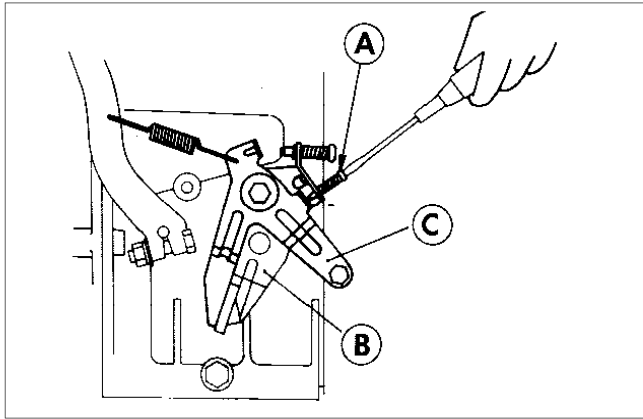
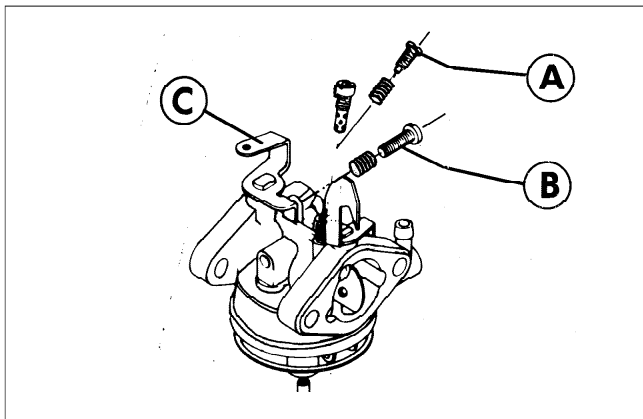

Fig.42
Fig.43
Leerlaufeinstellung (Abb. 42 und 43)
2. Leerlaufbegrenzungsschraube (A Abb. 42) der Drehzahlregelungsplatte (B Abb. 42) lockern.
3. Leerlaufeinstellschraube (A Abb. 43) des Vergasers festziehen, dann 1 bis 1,5 Umdrehungen zurückschrauben.
HINWEIS: Leerlaufeinstellschraube (A Abb. 43) nicht zu fest ziehen, sonst bilden sich Stufen in der Spitze der Schraube.
4. Motor einschalten und Drehzahlregelungshebel (C Abb. 42) auf den kleinstmöglichen Wert einstellen. Motordrehzahl mit der Drosselanschlagschraube (B Abb. 43) des Vergasers solange verstellen, bis der Motor auf geringsten Touren läuft, ohne jedoch auszusetzen.
5. Leerlaufeinstellschraube (A Abb. 43) solange anziehen bzw. lockern, bis die höchstmögliche Leerlaufdrehzahl erreicht ist.
6. Drosselanschlagschraube (B Abb. 43) einschrauben. Wenn die Spitze der Schraube die Drosselklappe (C Abb. 43) berührt, Schraube solange nachstellen, bis die Nockenwellendrehzahl 625 U/M erreicht.
7. Leerlaufbegrenzungsschraube (A Abb. 42) der Drehzahlregelungsplatte (B Abb. 42) einschrauben und darauf achten, daß sich die Leerlaufdrehzahl nicht verändert.
Regolazione del minimo (Figure 42 e 43)